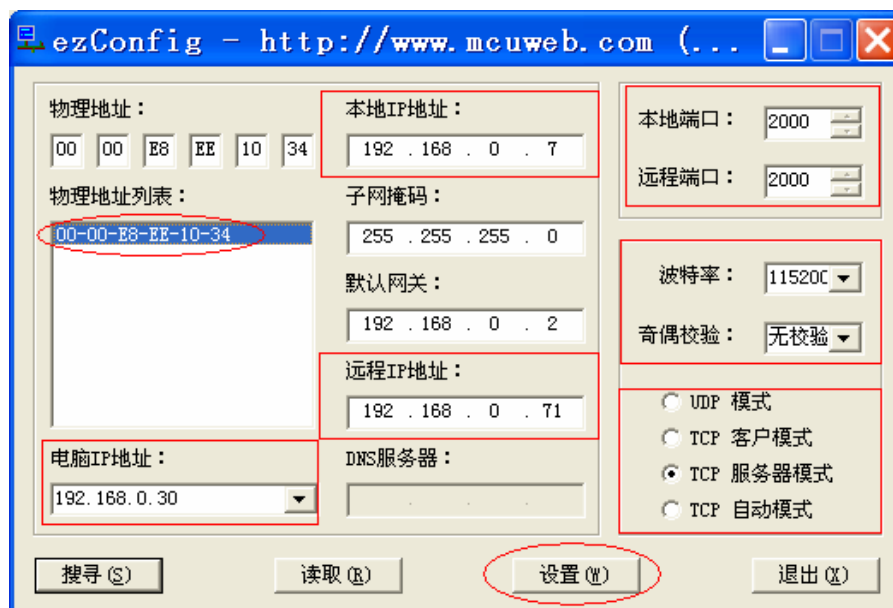

图 12
3) 搜寻成功后，会在“物理地址”列表中显示出该通讯转换器的物理地址，鼠标再点击物理地址列表中的物理地址，如图 12 所示：